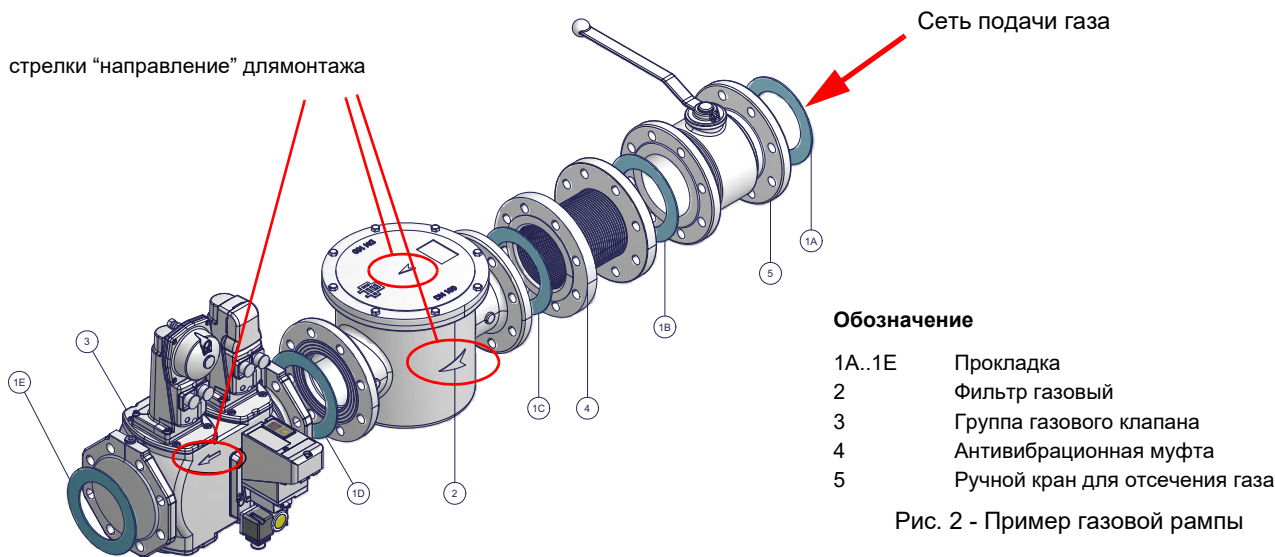

Рис. 2 - Пример газовой рампы
- 1) при фланцевых соединениях: между соседними компонентами устанавливать прокладку (1A..1E - Рис. 2), совместимую с используемым газом,
ВНИМАНИЕ: после монтажа газовой рампы согласно схеме на Рис. 2, необходимо провести тестирование на герметичность газового контура, согласно требований действующих нормативов.